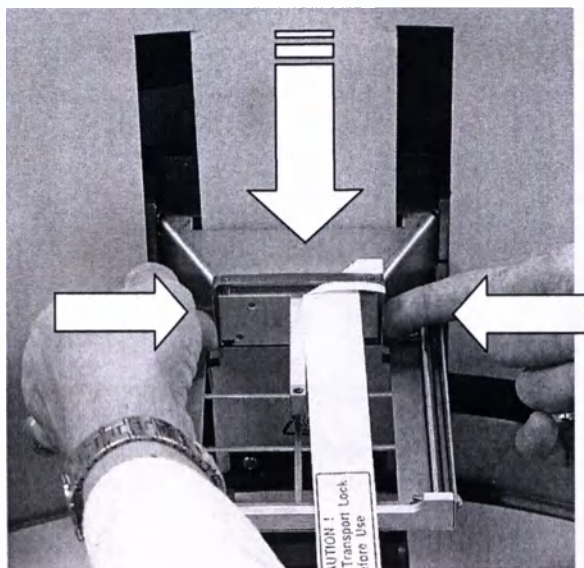
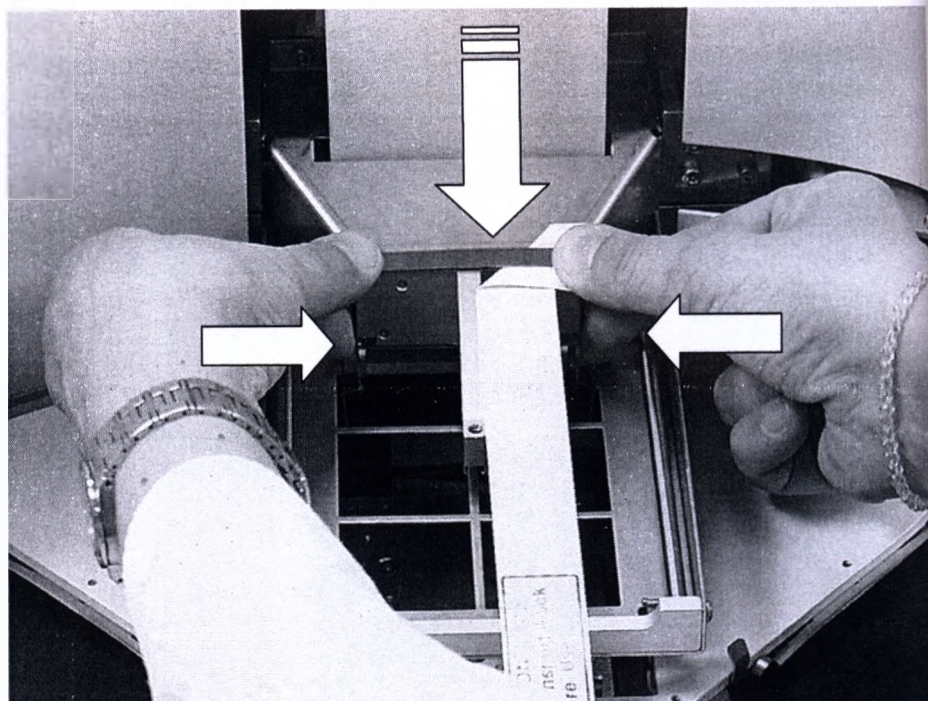

Рис. 5.24 Установка транспортировочного фиксатора держателя наконечников (В)
Рис. 5.25 Установка транспортировочного фиксатора держателя гребенки наконечников (С)
2. Совместить оба конца транспортировочного фиксатора и вставить (Рис. 5.24) его до упора (Рис. 5.25). Следует помнить, что лоток может слегка перемещаться даже при установленном фиксаторе.